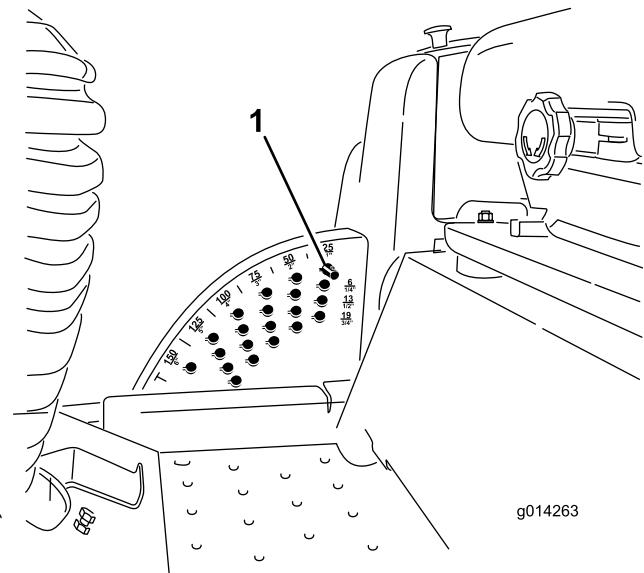

図 18
注 デッキ (アタッチメント) を上昇位置にロックするには、デッキを15 cmを超えた高さまで上昇させ、刈高ストップピンを外し（「刈高の調整」を参照）、ピンを 15 cm の刈高位に差し込みます（図 18）。
1. エンジンが回転している状態で、デッキ昇降スイッチの後側を押し、デッキが完全に上昇したら 直ちにレバーから手を離す（図 18）。
2. ストップピンについているロールピンを回してピンと刈高設定穴のスロットとが整列したところでピンを抜き取る（図 18）。
3. 刈高ブラケットについている穴から、希望する刈高に対応する穴を見つけ、その穴にピンを通し、ピンを回してロックする（図 18）。
注 刈高設定穴は、扇形の外周に一番近い段から全部で4段（列）あります（図 18）。外周側の列は、外周部に刻印されている通りの刈高の穴です。2 列目の穴は、1 列目の刈高よりも 6 mm 高い刈高となります。3 列目の穴は、1 列目の刈高よりも 12 mm 高い刈高となります。4 列目の穴は、1 列目の刈高よりも 18 mm 高い刈高となります。刈高 158 mm だけは例外で、2 列目のはずれにあります。この穴にセットすると 刈高 158 mm となります（6 mm アップにはなりません）。